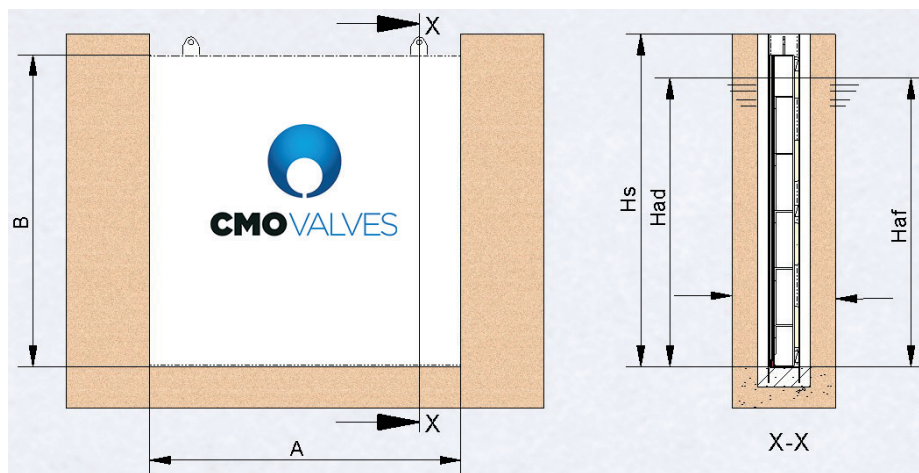
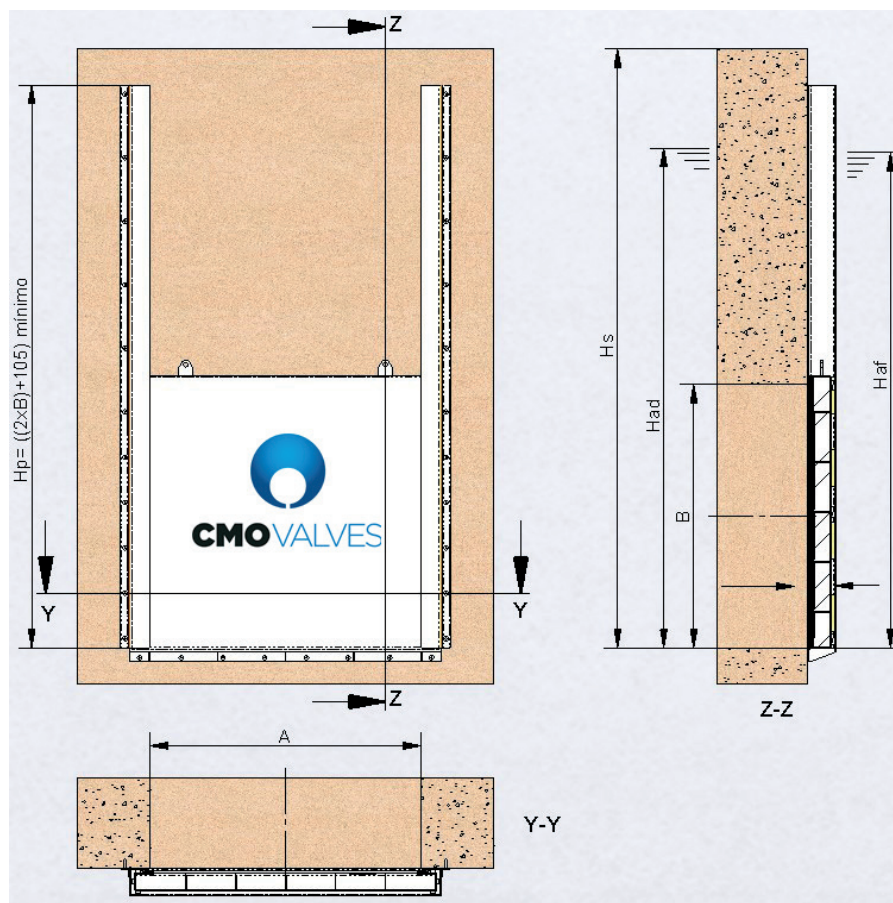

Fig. 11
Fig. 12
Para definir uma comporta ensecadeira **AT** é necessário saber a largura e altura do canal ou conduta, o sentido de fluido e a carga de fluido em cada lado da comporta. Também é necessário saber a altura do solo (H_s) e se o fecho será em 3 lados (fig. 11) ou 4 lados (fig. 12).
A seguir é descrita cada cota (fig. 11 y 12).
- **Cota A:** é a cota utilizada para definir a largura do canal (fig. 11) ou conduta (fig. 12).
- **Cota B:** é a cota utilizada para definir a altura do quadro (fig. 11) ou conduta (fig. 12).
- **Cota H_p :** é a cota utilizada para definir a distância desde o revestimento de fundo da comporta até à parte superior do corpo. Esta cota deverá ter, no mínimo, o dobro da altura da comporta (B), acrescida de 105 mm (para se poder abrir completamente a comporta).